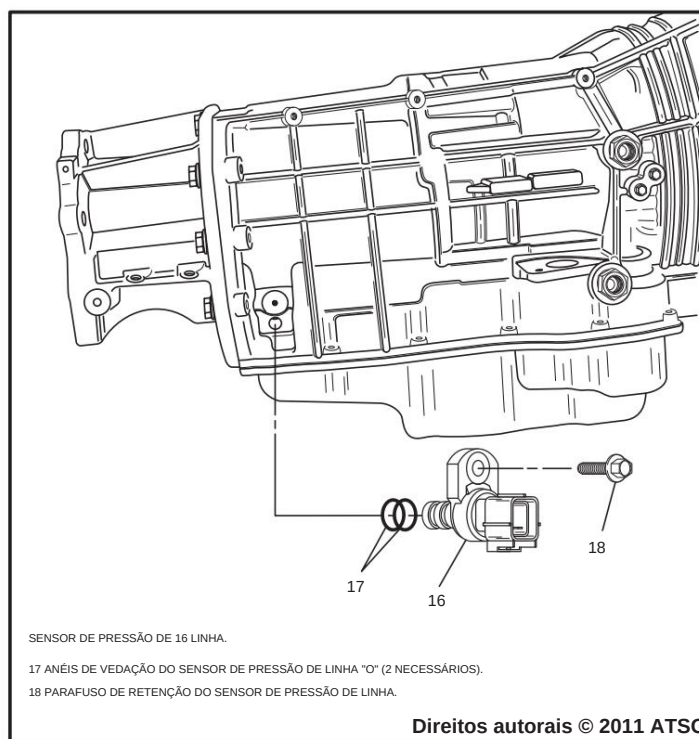

Figura 167
55. Instale dois novos anéis de vedação "O" na linha de pressão sensor e lubrifique com uma pequena quantidade de Trans-Jel®, conforme mostrado na Figura 167.
56. Instale o sensor de pressão da linha no furo da caixa, conforme mostrado na Figura 167, e aperte o parafuso de retenção a 12 N·m (105 pol.lb.).